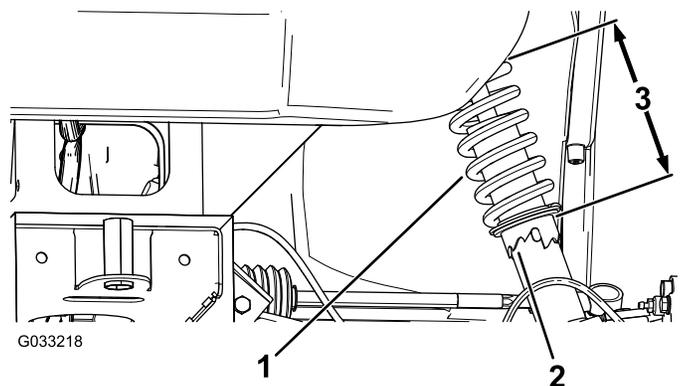

Рисунок 44
2. Если развал не отрегулирован, используйте ключ, чтобы повернуть кольцо на амортизаторе для выравнивания колеса (Рисунок 44).